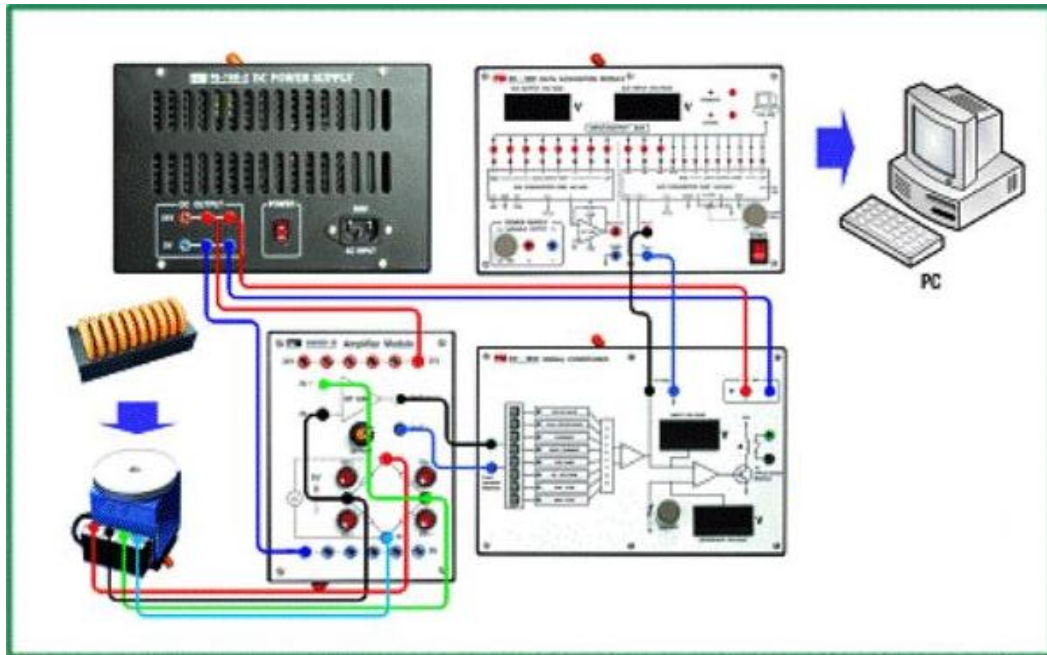

FIGURE 2: Diagramme de branchement du test de la cellule de pesage
1. Réaliser le branchement illustré sur la figure 2 :
- relier les différents module en utilisant les câbles de connexion comme illustré sur la figure 2,